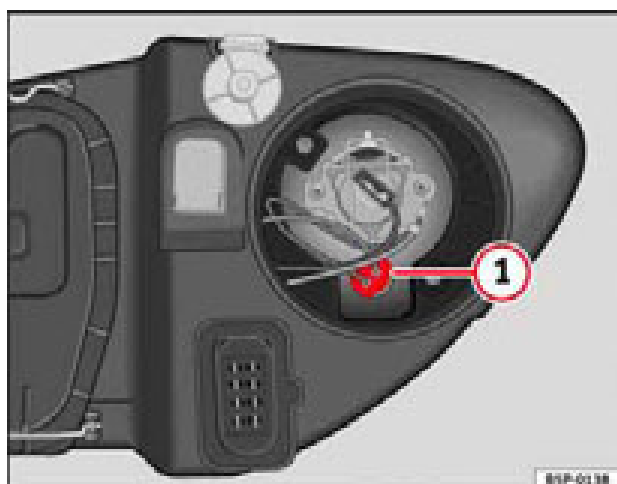

Fig. 162 Luz de población
- Extraiga el portalámparas ⇒ fig. 162 **1** hacia fuera.